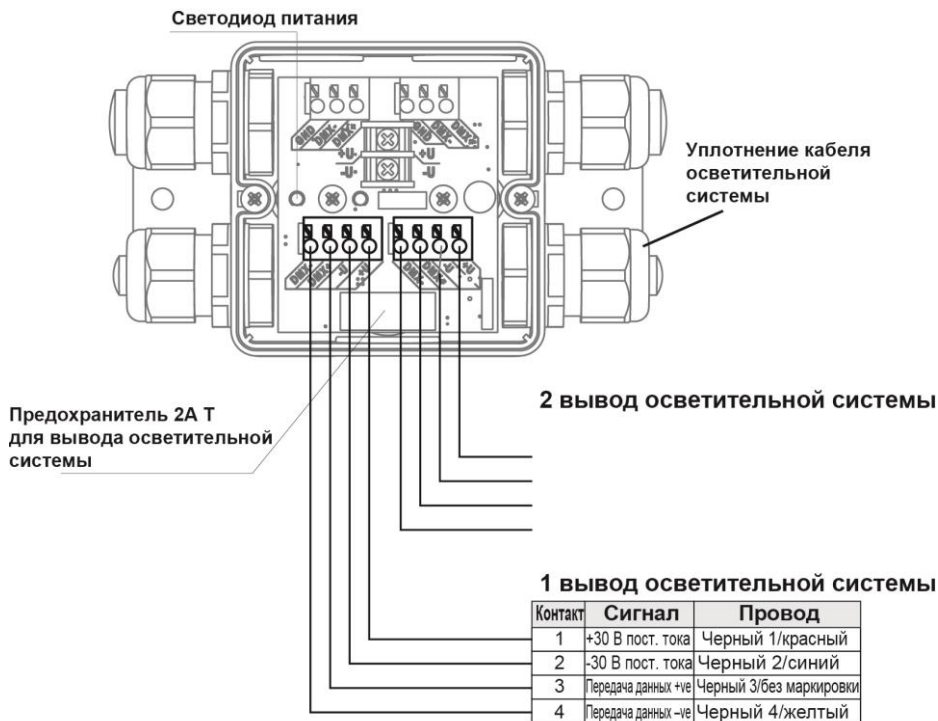

Рис. 29. Распиновка кабеля осветительной системы в сплиттере
2. См. раздел «Установка кабеля в кабельное уплотнение» на стр. 23. Протяните кабель осветительной системы через одно из кабельных уплотнений осветительной системы (диаметр меньше, чем у кабеля) на сплиттере (см. Рис. 29).
3. См. Рис. 29. Подключите провода кабеля осветительной системы к каждой клемме кабеля осветительной системы в сплиттере следующим образом: